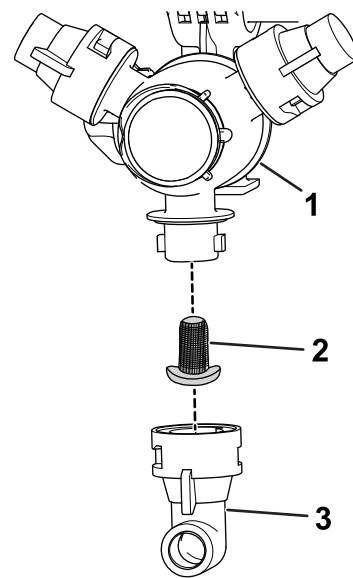

Рисунок 31
3. Снимите фильтр сопла (Рисунок 31).
5. Установите фильтр сопла (Рисунок 31).
6. Установите сопло на поворотную распылительную головку (Рисунок 31).
2. Снимите сопло с поворотной распылительной головки (Рисунок 31).